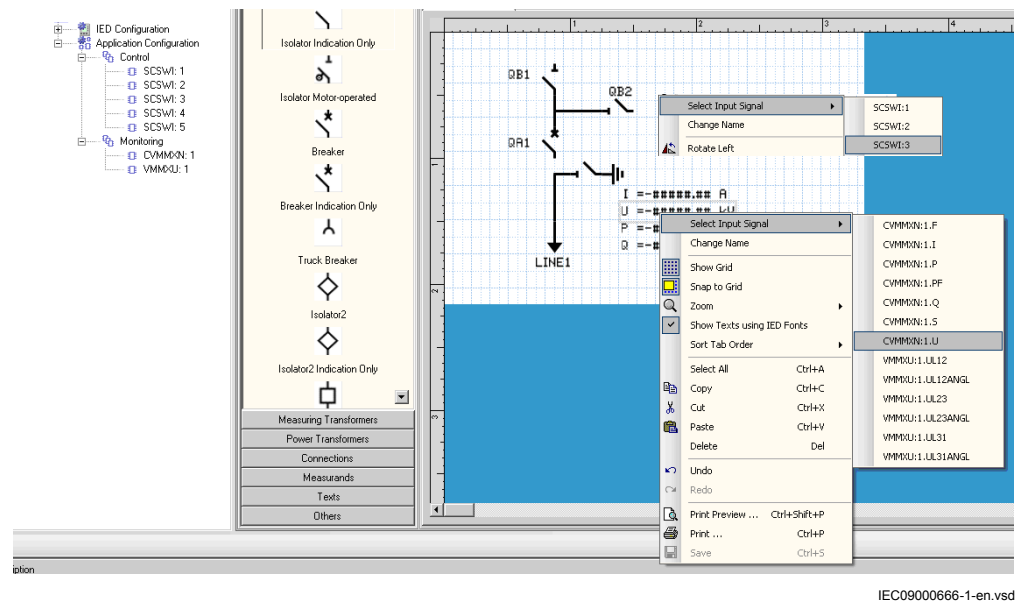

Figure 56: Editeur graphique : Etablir une liaison d'objet dynamique
8. Sélectionner chaque objet ayant un lien dynamique et faire le lien avec l'objet correspondant dans le processus, voir Figure 56.